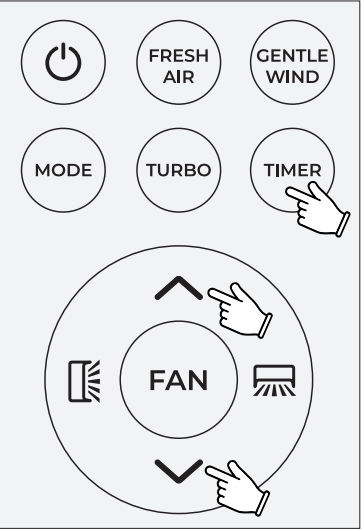

Рисунок 1
2. Нажмите кнопку TIMER, на дисплее загорится значок таймера и цифры для установки времени (см. рисунок 1).